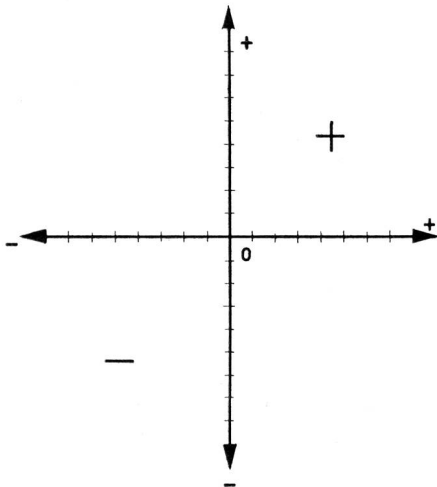

Fig. 95
- e) Wenn das Vorzeichen der graphischen Darstellung wechselt, genügt es, die Achsen vom Nullpunkt aus in die andere Richtung zu verlängern, und darauf die entsprechende Einteilung fortzusetzen, wobei diese nun aber negativ genannt wird (Fig. 95).